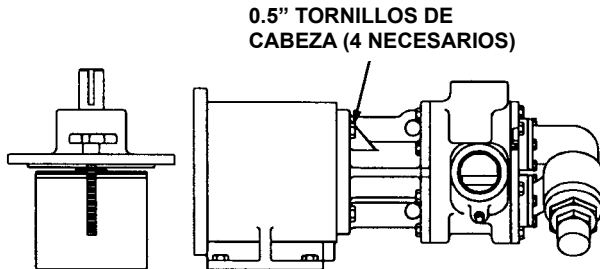

FIGURA 9
3. Sujete la bomba con una cabria y retire los (4) tornillos de 0,5". Ver Figura 9. Tire de la bomba para separarla del soporte; se producirá alguna resistencia al tirar ya que el imán interior será atraído hacia el soporte del acoplamiento. Si es necesario desmontar el porta cojinete. Dado que en la canastilla quedará algo de líquido, tenga en cuenta que al separarla de la bomba puede salir el líquido. Retire la canastilla si es que todavía no se ha salido de la bomba.